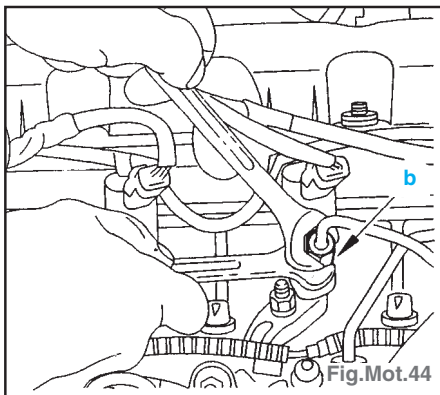

Fig.Mot.44
- Appliquer un contre-couple en «b» et desserrer les raccords sur les injecteurs et sur la rampe, déposer les tubes et obturer (Fig.Mot.44).